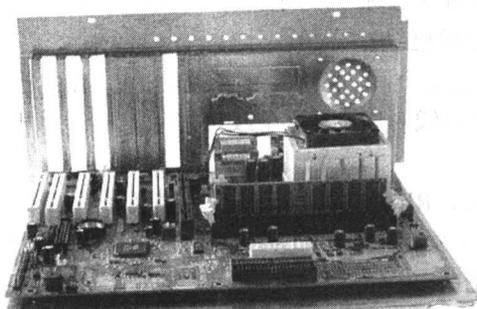

图 1.12 安装主板
(1) 将机箱或主板附带的固定主板用的螺丝柱和塑料钉旋入主板和机箱的对应位置。
(2) 将机箱上的 I/O 接口的密封片撬掉。可根据主板接口情况, 将机箱后相应位置的挡板去掉。这些挡板与机箱是直接连接在一起的, 需要先用螺丝刀将其顶开, 然后用尖嘴钳将其扳下。外加插卡位置的挡板可根据需要决定, 不要将所有的挡板都取下。
(3) 将主板对准 I/O 接口放入机箱, 如图 1.12 所示。